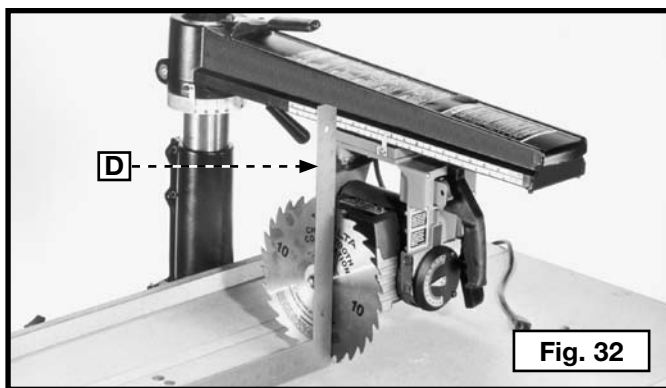
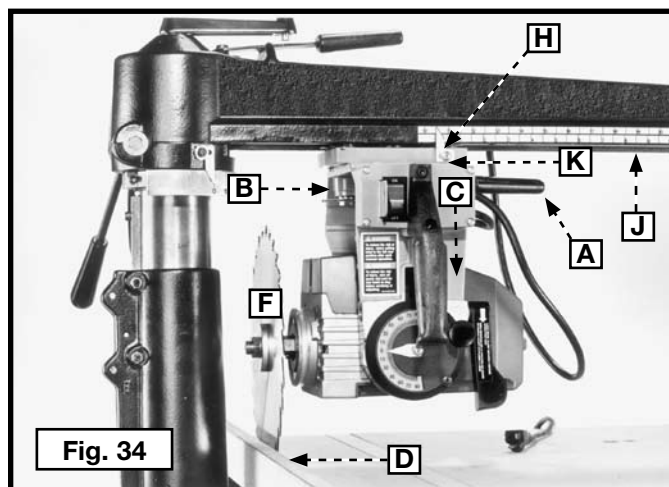

Fig. 32
Fig. 34
- Placer une équerre (A) Figure 32 sur le banc et contre la lame. Vérifier si la lame est d'équerre avec le banc.
- Enlever les deux vis (F) fig. 31 et la plaque d'échelle de biseau (H) Figure 32 avec le bouton d'index (A).
- Desserrer la poignée de fixation de la fourche (A) Figure 34. Dégager l'index de la fourche en appuyant sur ou en abaissant le levier de dégagement (B). Faire tourner la tête de coupe (C) en position de sciage vers l'intérieur (Figure 34). Serrer la poignée de fixation de la fourche (A).
- Positionner le guide (D) Figure 34 à l'arrière de la table.
- Desserrer le bouton de serrage de la tête de coupe (S) Figure 34. Faire glisser la tête de coupe (C) Figure 32 vers l'arrière du bras jusqu'à ce que la lame (F) soit au même niveau que le guide (D).
- Desserrer le bouton de serrage de la tête de coupe. Régler le pointeur (H) Figure 34 sur la marque « zéro » sur l'échelle la plus basse (J) en desserrant la vis (K). Resserrer la vis lorsque c'est terminé.
2. En maintenant le protège-lame (B) Figure 32 dans la main gauche, insérer la lame (C) dans le protège-lame (B) et sur l'axe.
REMARQUE : L'écrou (E) Figure 32 est fileté à gauche.
6. Faire pivoter le protège-lame (B) Figure 34 en position horizontale et serrer le bouton de serrage (H) Figure 37.